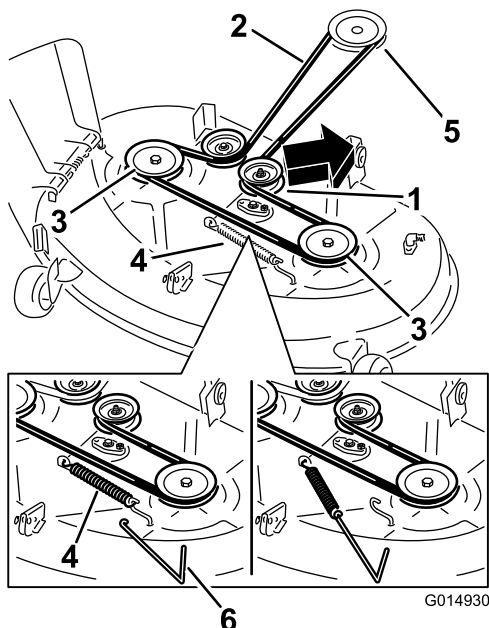

Figure 61
- À l'aide d'un outil de dépose de ressort (réf. Toro 92-5771), décrochez le ressort du crochet sur le tablier pour détendre la poulie de tension et déchaussez la courroie des poulies (Figure 61).
6. Acheminez la courroie neuve autour de la poulie du moteur et des poulies du tablier de coupe (Figure 61).
7. À l'aide d'un outil de dépose de ressort, accrochez le ressort au crochet situé sur le tablier pour tendre la poulie de tension et la courroie du tablier de coupe (Figure 61).